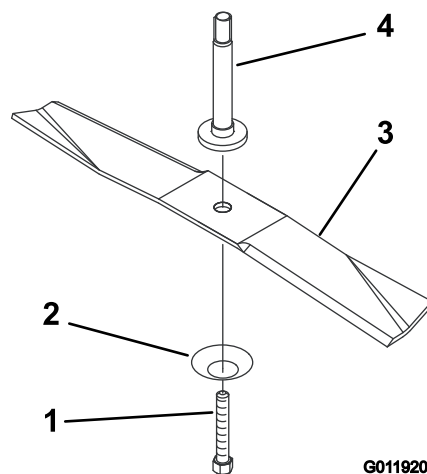

Figure 28
- Posez la lame, la rondelle bombée et le boulon de fixation (Figure 28).